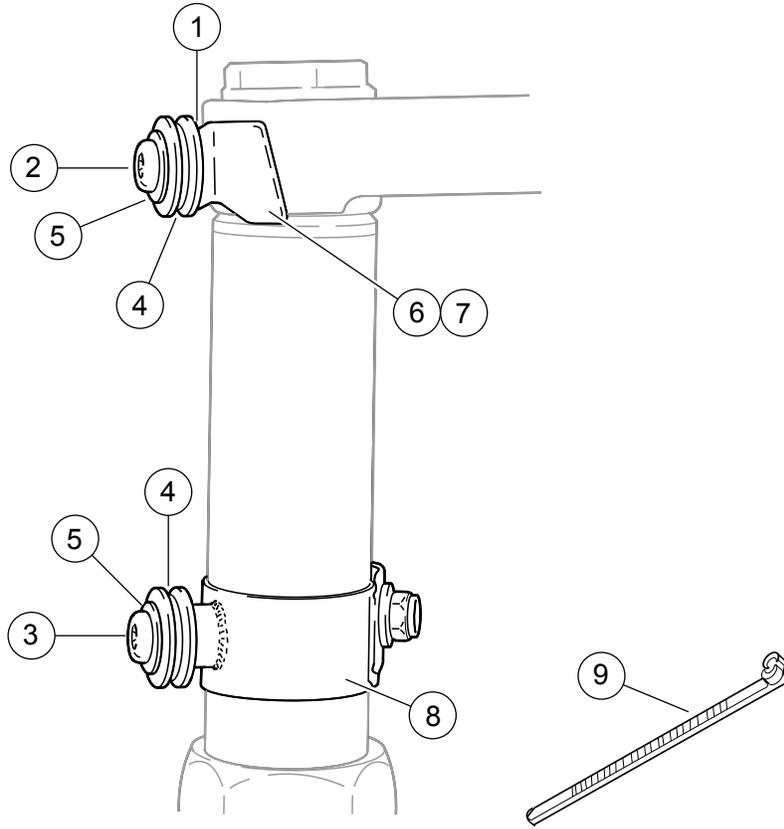
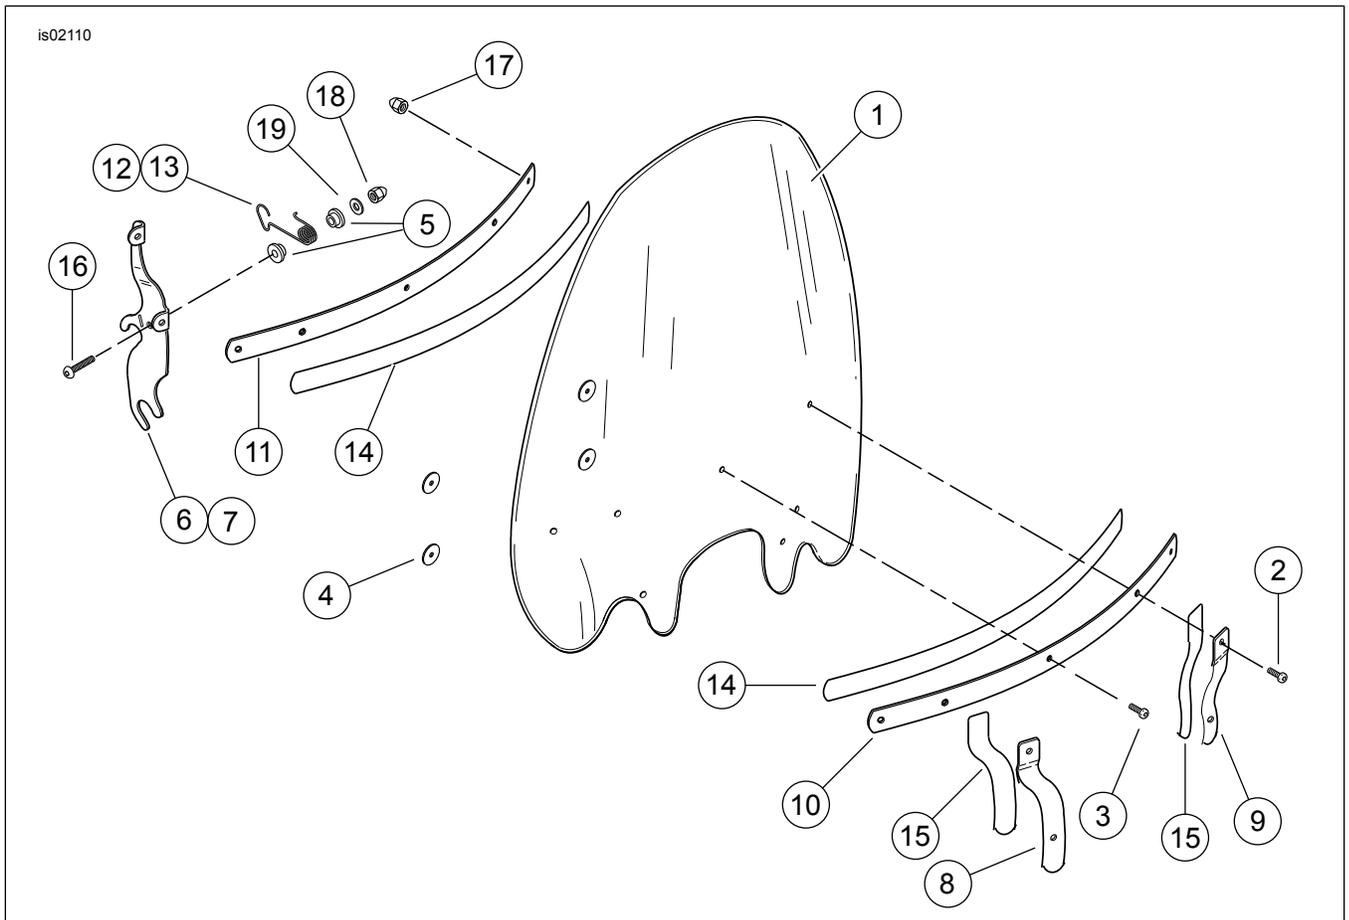

Figura 4. Piezas de servicio: Kit de elementos de sujeción de acoplamiento
Figura 5. Piezas de servicio: Kit de parabrisas
Vea Figura 4 y Tabla 2, Figura 5 y Tabla 3.
4. Vea Figura 4. Arme los elementos de sujeción de montaje para el montaje del parabrisas inferior. Arme en el orden siguiente y deje flojo el conjunto:
- b. Coloque la arandela plana (5) y el buje (4) en el perno (3) e instale en la abrazadera.
5. Vea Figura 5. Arme los elementos de sujeción para el montaje del parabrisas superior como se muestra en ilustración y apriete los tornillos de cabeza de botón a 20 Nm (15 pie-lb). El espaciador (1), que no es visible en la ilustración, cabe entre la pieza de soporte del retén de cables (6, 7) y la abrazadera triple superior de la horquilla.
6. Enganche las dos "mordazas" superiores del conjunto del parabrisas en las ranuras de los bujes superiores (4, en Figura 4) y luego deslice los conjuntos de las abrazaderas inferiores hacia arriba, hasta que los bujes inferiores encajen firmemente en las "mordazas" del parabrisas inferior.
7. Con el parabrisas en su posición, apriete los elementos de sujeción de la abrazadera de montaje inferior (8), apretando primero la tuerca de la abrazadera a 14 Nm (10 pie-lb). Asegúrese de que la abrazadera no rote durante el ajuste.